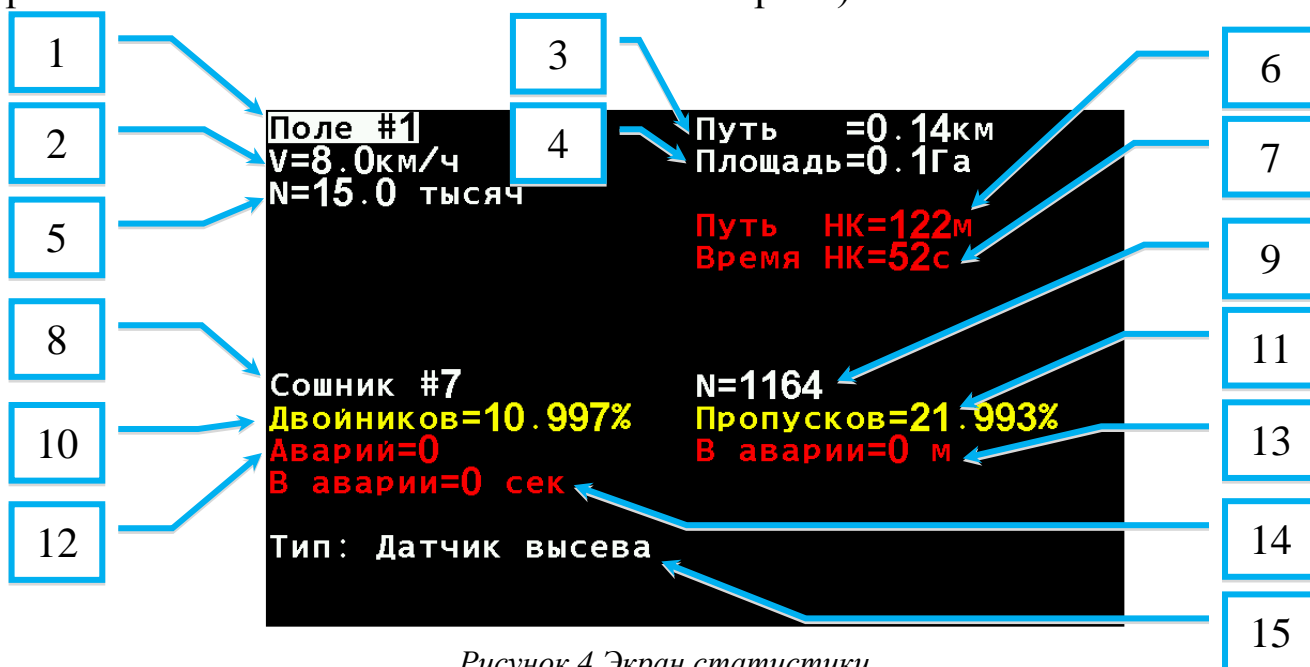

Рисунок 4 Экран статистики
- Экран накопительной статистики, см. "Рисунок 4".